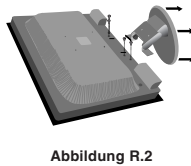

Abbildung R.2
- Entfernen Sie die 4 Schrauben, mit denen der Fuß am Monitor befestigt ist, und heben Sie den Fuß ab (**Abbildung R.2**). Der Monitor kann jetzt auf andere Art montiert werden.